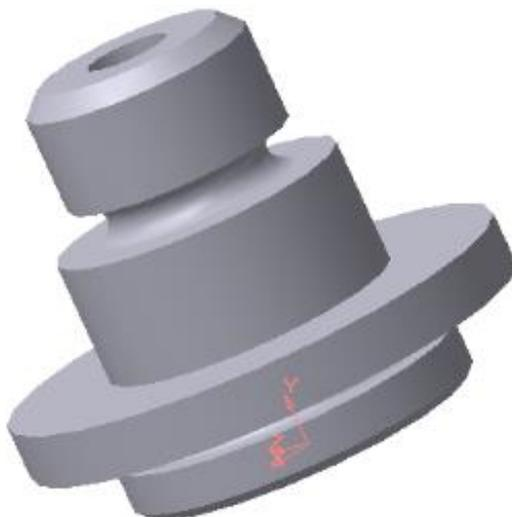
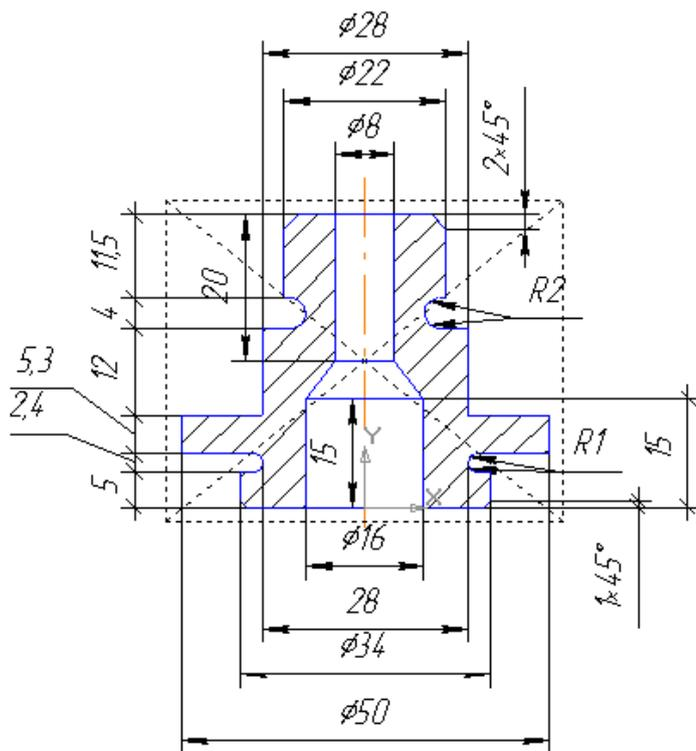

Рисунок 38 - Трехмерная модель детали
Рисунок 39 - Чертеж детали
**Задание:** создать 3D модель детали (рис.38) и ассоциативный 2D чертеж (рис.39).